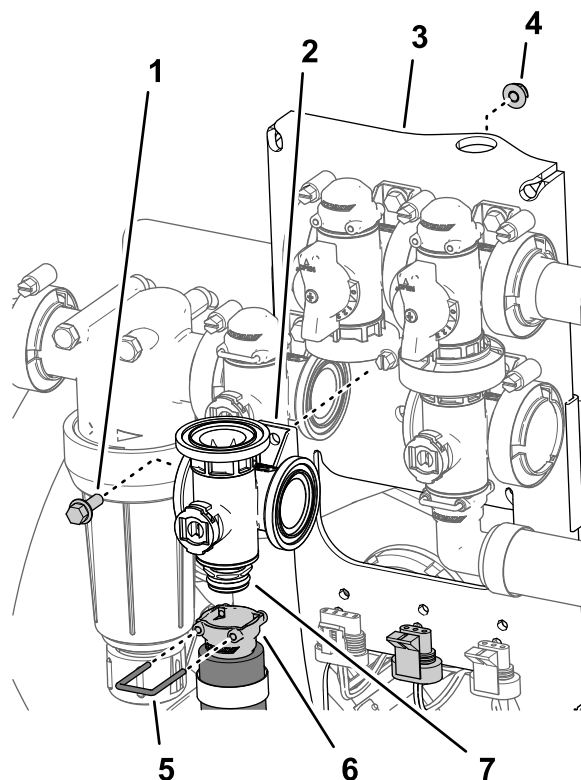

図 113
2. 攪拌バルブ用のマニホールドカップリングにクイックディスコネクトソケットを固定しているカップリングを外す 図 113。
3. 攪拌バルブをバルブマウントに固定しているフランジヘッドボルト $\frac{1}{4} \times \frac{3}{4}$ "とフランジロックナット $\frac{1}{4}$ "を外してバルブマニホールドを機体から取り外す 図 113。